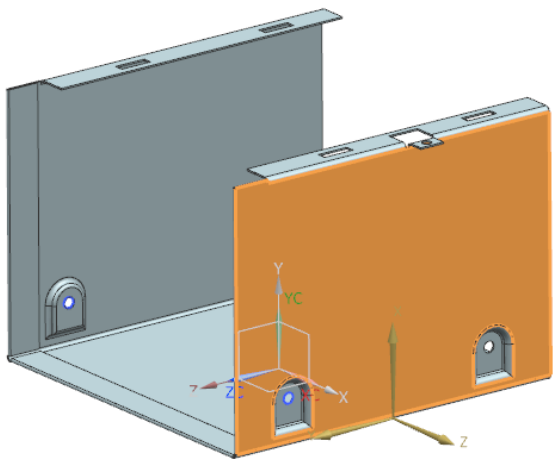

图 7-129 选择草图工作平面
(3) 在视图区选择如图 7-129 所示的平面为草图工作平面，单击按钮，进入草图